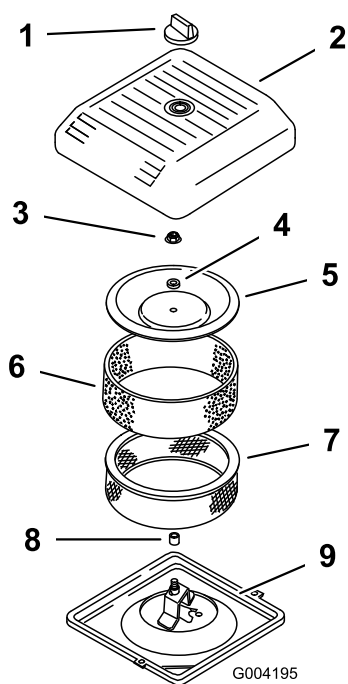

Figure 144
3. Dévissez le bouton et déposez le couvercle du filtre à air (Figure 144).
- Sortez délicatement le préfiltre en mousse de l'élément en papier (Figure 144).
- Dévissez l'écrou du couvercle de protection et déposez le couvercle, l'entretoise et l'élément en papier (Figure 144).